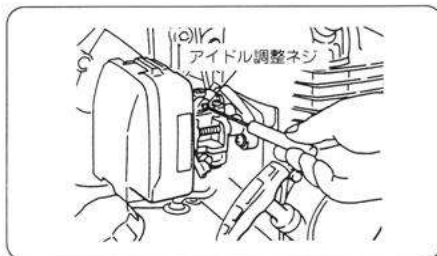

図48
- ①気化器の調整は、工場出荷時に済んでおりますので、なるべくさわらないでください。
- ②アイドル回転が高すぎる時（刈刃が回っている時）または低すぎる時（エンジンが停止する時）は、アイドル調整ネジで調整してください。（右回しでアイドル回転が高くなり、左回しで低くなります）（図48）